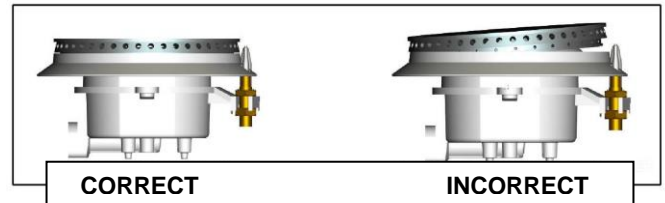

Figure 17
- Placez les chapeaux du brûleur sur les têtes du brûleur. Assurez-vous que les chapeaux du brûleur sont correctement assis sur la tête du brûleur. (voir Figure 17)
- 4) Remplacez les bases du brûleur, les têtes, les chapeaux et le haut des grilles. Assurez-vous que les chapeaux du brûleur soient correctement assis sur la tête du brûleur (voir Figure 17).